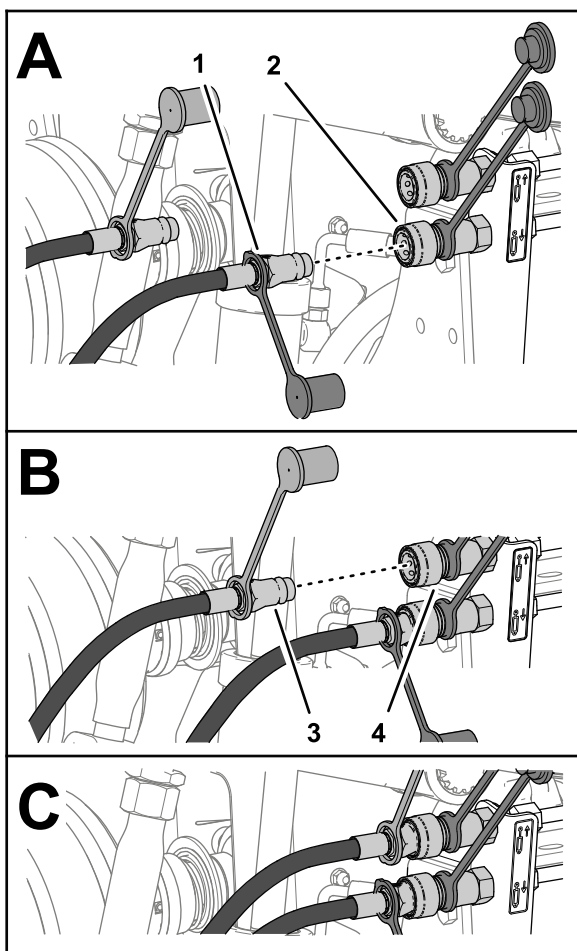

Figura 33
4. Collegate il giunto a innesto rapido (flessibile di estensione cilindro) al giunto a innesto rapido (circuitto di abbassamento dell'attrezzo posteriore (Figura 33)).